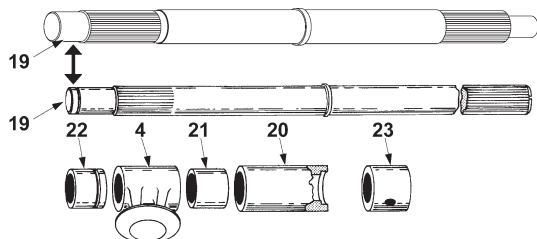

Bild 10
- B. Placera ventilhuset (1) på en plan yta med sätet vänt nedåt.
- C. Stryk på rekommenderat smörjmedel på den nedre styrbussningen (22) och för in i ventilhuset.
Notera: Spåret i styrbussningen (22) måste vara vänt mot ventilhusets mitt. Se bild 10 för korrekt monteringsföljd. Om axeln (19) har den tidigare konstruktionen kan den ha ett cirkelspår. Om så är fallet, montera låsringen (18).